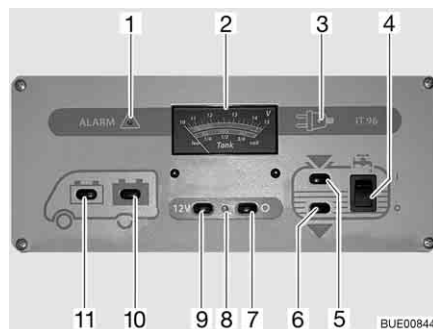

Bild 135 Panel IT 96-2
Der 12-V-Hauptschalter (Bild 135,7 und 9) schaltet das Panel und die 12-V-Versorgung des Wohnraums ein und aus.
- Schalter (Bild 135,9) drücken "12 V": Die 12-V-Versorgung des Wohnraums ist eingeschaltet. Die Kontroll-Leuchte (Bild 135,8) leuchtet grün.
- Schalter (Bild 135,7) drücken "O": Die 12-V-Versorgung des Wohnraums ist ausgeschaltet. Die Kontroll-Leuchte (Bild 135,8) erlischt.
Beim Anzeigeeinstrument V/Tank (Bild 135,2) die obere Skala beachten. Das Anzeigeeinstrument wird automatisch beleuchtet, sobald ein Schalter gedrückt wird.
- Schalter (Bild 135,11) drücken "☰": Die Batteriespannung der Starterbatterie wird angezeigt.
- Schalter (Bild 135,10) drücken "☷": Die Batteriespannung der Wohnraumbatterie wird angezeigt.
Beim Anzeigeelement V/Tank (Bild 135,2) die untere Skala beachten. Das Anzeigeelement wird automatisch beleuchtet, sobald ein Schalter gedrückt wird.
- Schalter (Bild 135,5) drücken "": Die Wassermenge wird angezeigt.
- Schalter (Bild 135,6) drücken "": Die Abwassermenge wird angezeigt.
*Einschalten:* ■ Wippschalter (Bild 135,4) oben drücken "I": Die Wasserversorgung ist eingeschaltet.
*Ausschalten:* ■ Wippschalter (Bild 135,4) unten drücken "O": Die Wasserversorgung ist ausgeschaltet.
Die rote Warnleuchte "ALARM" (Bild 135,1) blinkt, sobald die Spannung der Wohnraumbatterie 11 V (Messung im laufenden Betrieb) unterschreitet und damit Tiefentladung droht.
Die 12-V-Kontroll-Leuchte (Bild 135,8) leuchtet, wenn der 12-V-Hauptschalter (Bild 135,9) eingeschaltet ist.
Die gelbe 230-V-Kontroll-Leuchte (Bild 135,3) leuchtet, wenn am Eingang des Elektroblocks Netzspannung vorhanden ist.